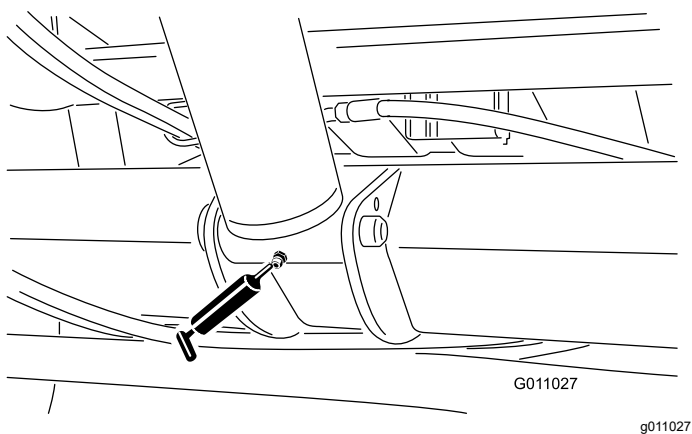

Figura 35
- Cilindro de elevación (2) (Figura 35)